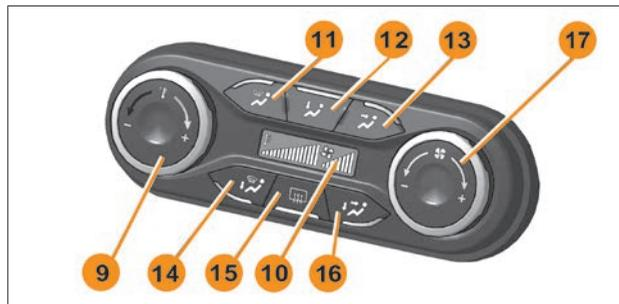

Рис. 4. Блок управления системой вентиляции и отопления
- 9 – левый поворотный переключатель (управление температурой подаваемого воздуха), см. рис. 4, 5, 6. Поворот вправо – теплее, влево – прохладнее.
11 – кнопочный переключатель режима обогрева (обдува) ветрового и боковых стекол, (рис. 4, 5);
12 – кнопочный переключатель режима обогрева ног (рис. 4. 5);